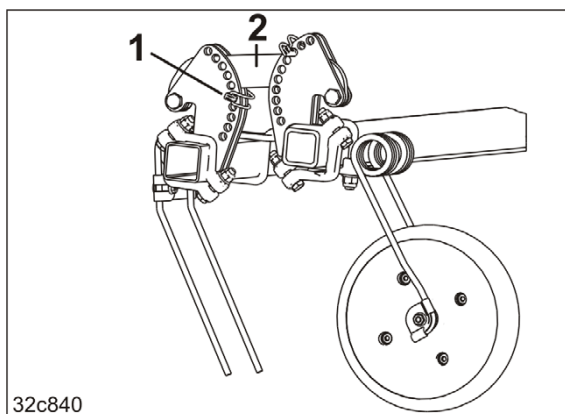

Fig. 199
3. Endre arbeidsvinkelen til tindene i forhold til bakken ved å sette inn klappsplinten (Fig. 199/1)
- o under styrearmen (Fig. 199/2)
Arbeidsvinkelen blir flatere, jo dypere klappsplinten (Fig. 199/1) settes inn i reguleringssegmentet.